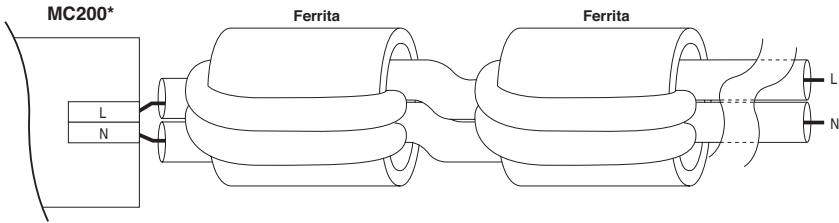

Fig. 4.a
- No caso de utilização com válvula E'V, passar os cabos de alimentação da ficha dentro de uma dupla de ferritas MSFC (cód. CAREL 0907858AXX), perto do borne de alimentação sobre o MasterCase2 (Fig. 4.a).